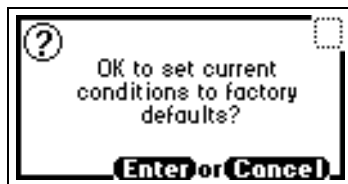

图 3-25 重置方法信息
2. 按 5 **Reset method ***。出现信息屏幕（图 3-25）。